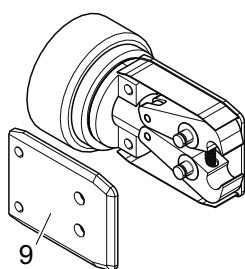

Fig. 28: Rimozione della piastra laterale
6. Rimuovere la piastra laterale (Fig. 28/9).